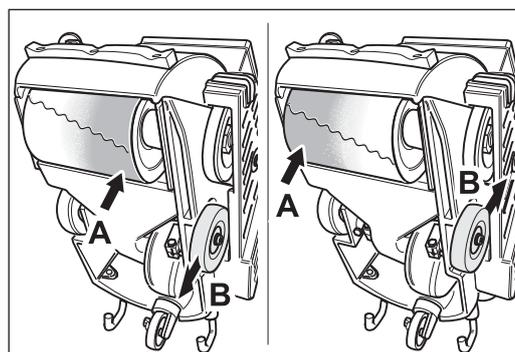

Abb. 43 Schleift die Walze mehr auf der Seite A, muss das Rad in Richtung B verstellt werden.
- 6 **Schleift die Maschine mehr auf der Riemenschutzseite, muss das Rad vom Gehäuse weg** verstellt werden (Abb. 43).
Schleift die Maschine mehr auf der Abdeckblechseite, muss das Rad zum Gehäuse hin verstellt werden (Abb. 43).